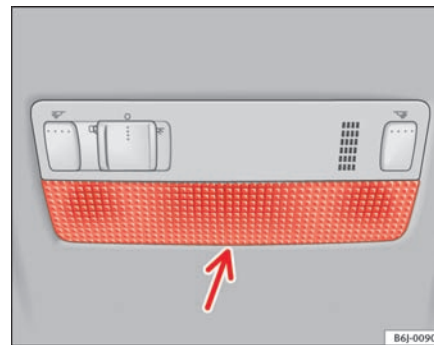

Fig. 145 Læselamper foran
- Placer en lille skrue-trækker mellem huset og glasset ⇒ fig. 145.